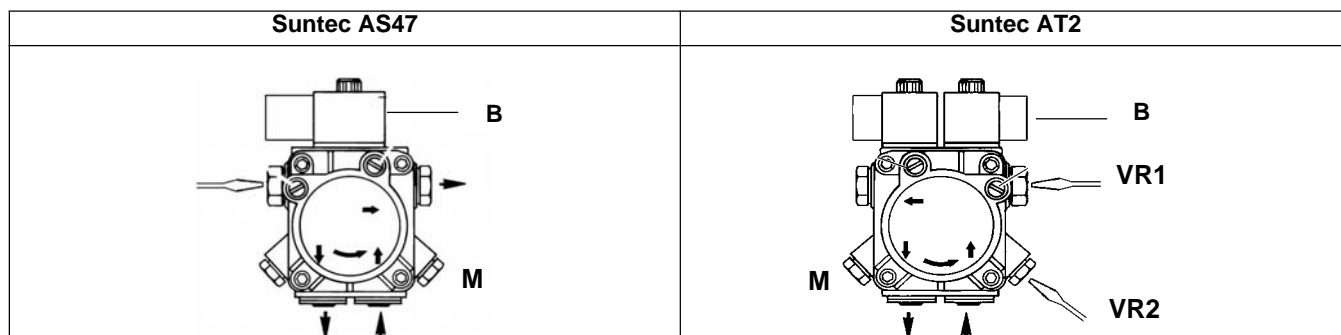

Рис. 21
6) (только для горелок **HS18**) для того, чтобы отрегулировать запуск на уменьшенной мощности, на фазе предварительной продувки отрегулировать давление на насосе с помощью винта **VR1** (Рис. 21), на основании расхода, требуемого при розжиге (например 9-10 бар), никогда не опускаясь ниже 8 бар.
7) (только для горелок **HS18**) после фазы розжига, электронный блок контроля пламени дает команду на ввод в действие второй ступени (пламя в режиме): отрегулировать давление на насосе с помощью винта **VR2** (Рис. 21), на основании требуемого расхода, (например 17-18 бар), никогда не превышая давление свыше 18 бар.
- 10) заново подсоединить катушку **В** к насосу (Рис. 21);